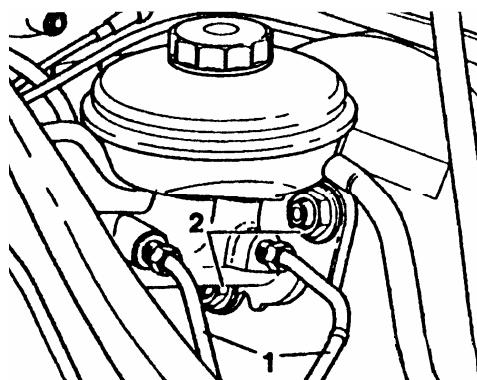

图 13-84 拆卸制动总泵制动管
(4) 如图 13-84 所示, 拧下制动总泵上制动管, 用修理包 1H 0698 311A 中的堵塞塞住制动管。
(5) 从制动总泵上拧下螺母, 从制动助力器上取下制动总泵。